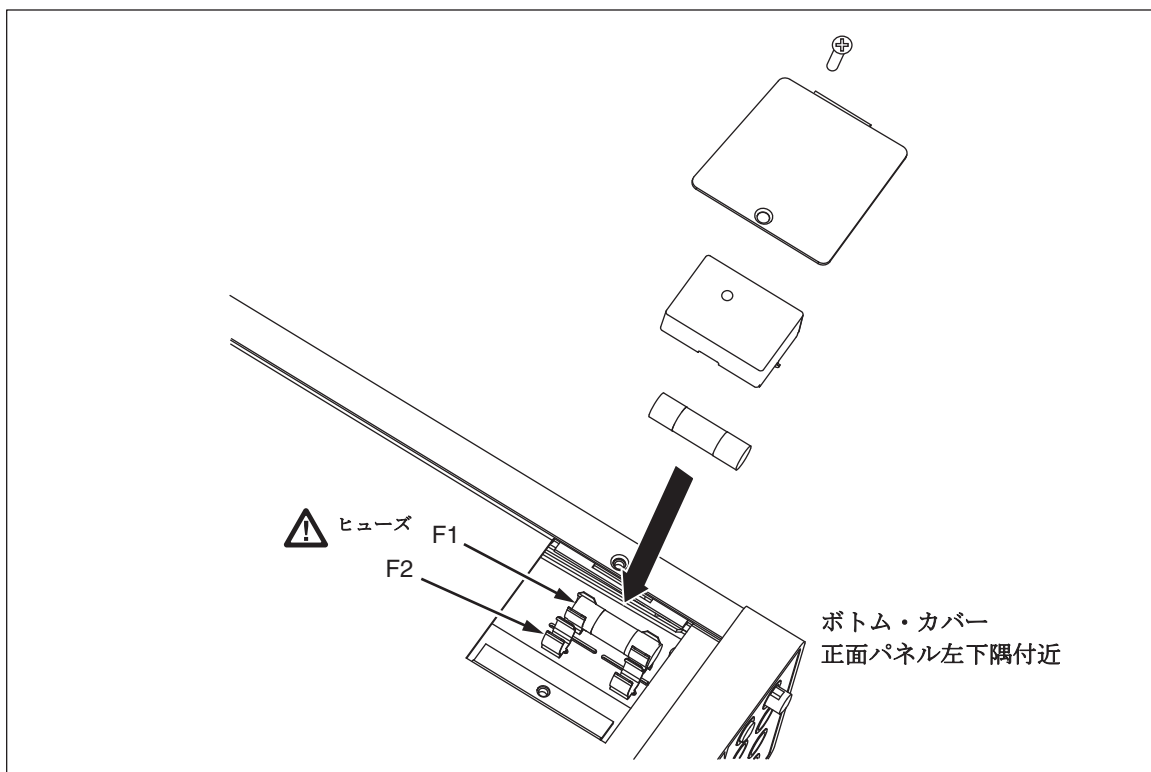

図 2-2. 電流入力用ヒューズの交換
3. 図2-2のようにヒューズ交換用ボトム・カバーのねじをゆるめてください。